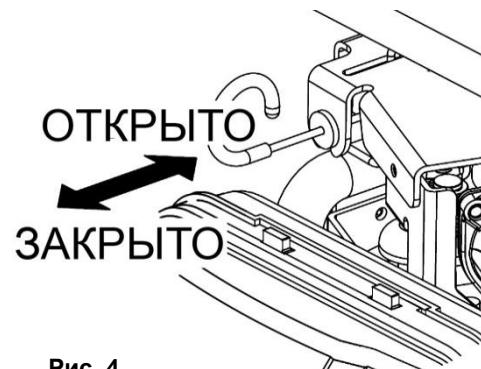

Рис. 4
- Установите рычаг управления воздушной заслонкой карбюратора (См. Рис.4), в полностью закрытое положение. Это ограничит подачу воздуха, и создаст более бензинообогащенную топливную смесь, что облегчит запуск холодного двигателя.